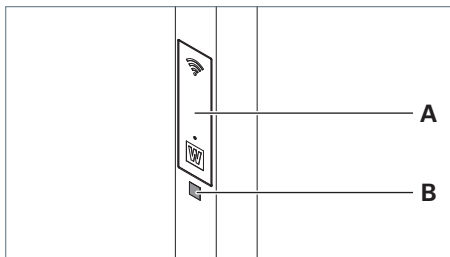

Fig. 21: Scansione del codice QR.
- Effettuare una scansione del codice QR **B** dell'apparecchio d'illuminazione, posizionato sul tubo verticale sotto allo sportello di manutenzione **A**, vedere Fig. 21.